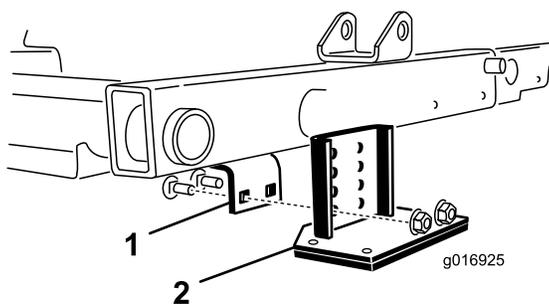

Рисунок 30
2. Найдите кронштейн рамы над центральным режущим блоком (**Рисунок 30**).
3. Нажимая передний валик центрального режущего блока вниз, определите, какие отверстия кронштейна опрокидывателя совпадают с отверстиями кронштейна рамы и обеспечивают такой же контакт валика при установленном кронштейне опрокидывателя (**Рисунок 30**).
4. Опустите режущие блоки и установите кронштейн опрокидывателя на раму с помощью 2 каретных болтов и 2 гаек, поставляемых вместе с комплектом (Рисунок 30).